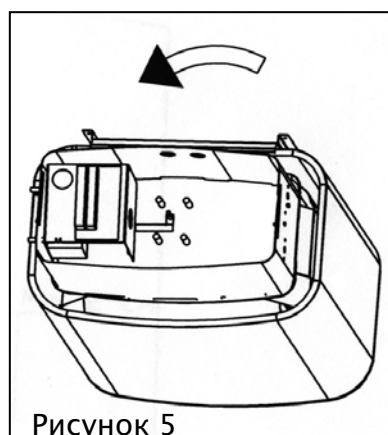

Рисунок 5
- Затем закрепите дно электрической коробки и ручки термостата и таймера (См. Рис. 5).